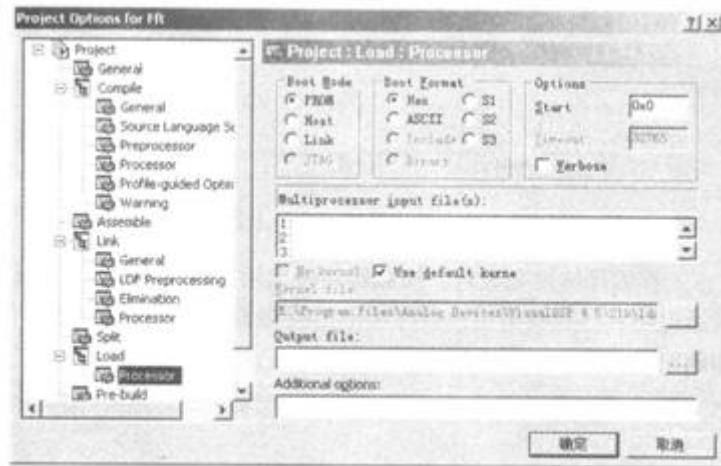

图 5-20 加载文件选项窗口
3) 在 Options 窗口中，选择 Load 选项，根据用户系统的要求对所生成的加载文件进行设置，设置选项如图 5-20 所示；